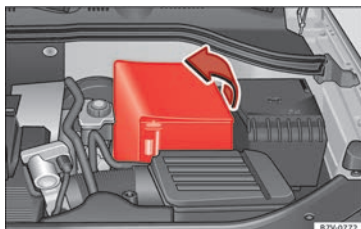

Fig. 251 En el vano motor: despliegue la cubierta de la batería del vehículo.
- En el caso de una cubierta: retire la cubierta desplegándola hacia un lado » fig. 251.